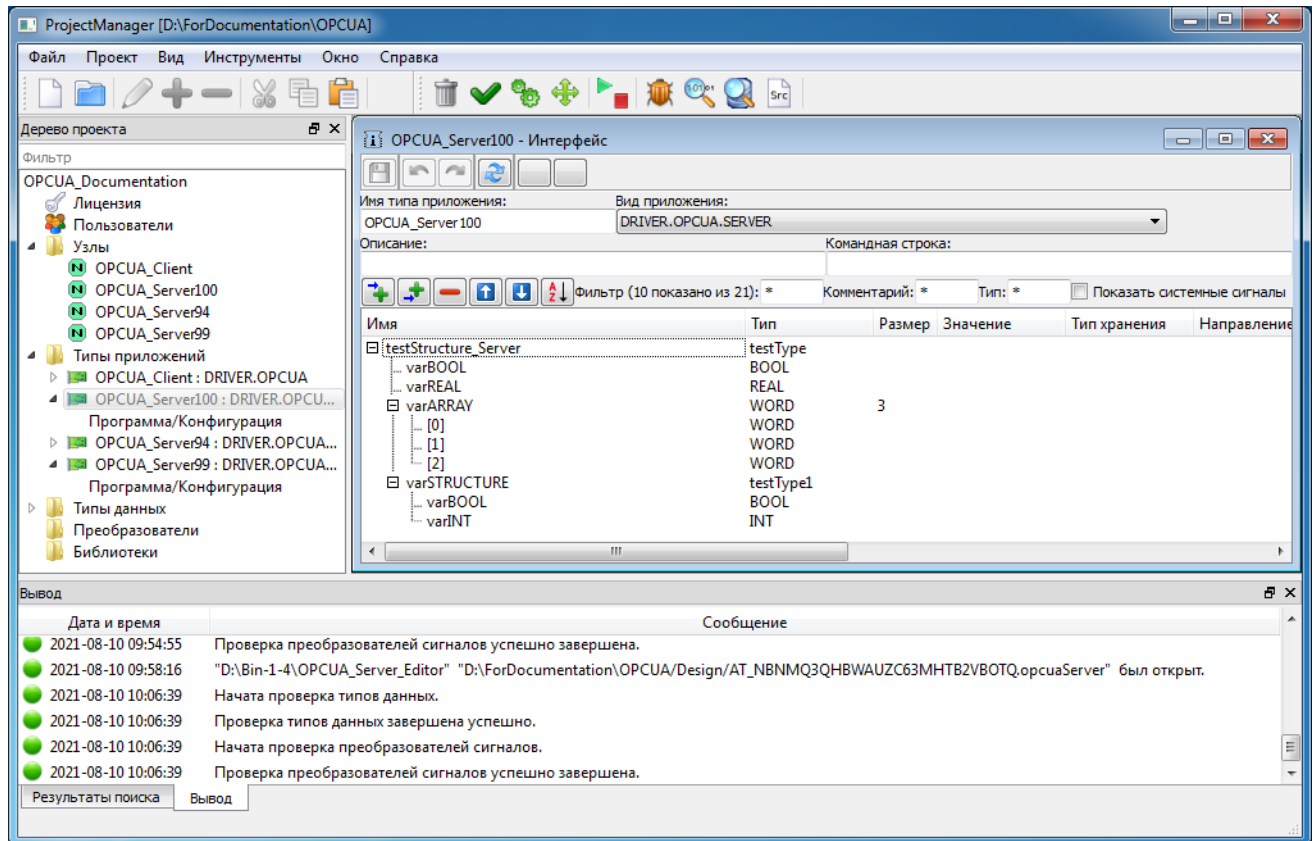

Рисунок 3.237 - Интерфейс приложения OPCUA_Server100
4.3 Интерфейс приложения OPCUA_Server100 представлен на рис. 3.237.